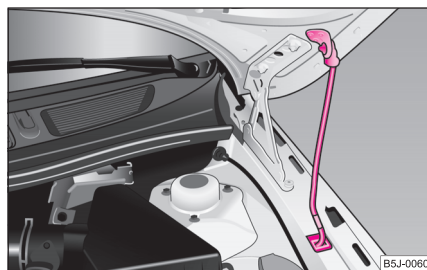

Fig. 156 Fixation du capot-moteur avec appui du capot
- Sortez l'appui du capot de son support et mettez-le dans l'ouverture prévue à cet effet ⇒ page 178, fig. 156.